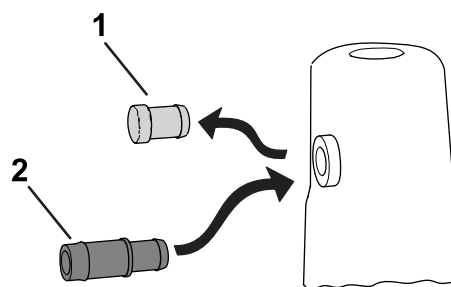

Figura 4
11. Rimuovete il tappo dal serbatoio idraulico (se in dotazione); fate riferimento alla Figura 4.
12. Inserite il beccuccio nell'anello passacavi di gomma (Figura 4).